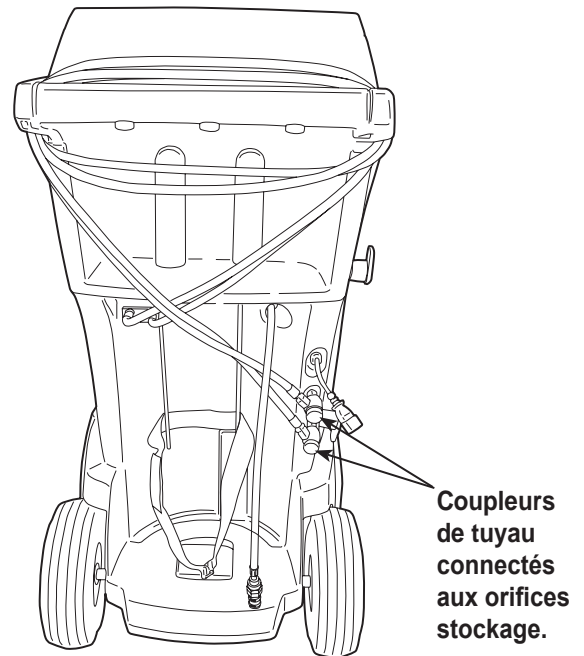

Figure 19
2. Faites passer deux fois les tuyaux de service autour de la poignée et attachez-les aux orifices de stockage. Voir Figure 19.